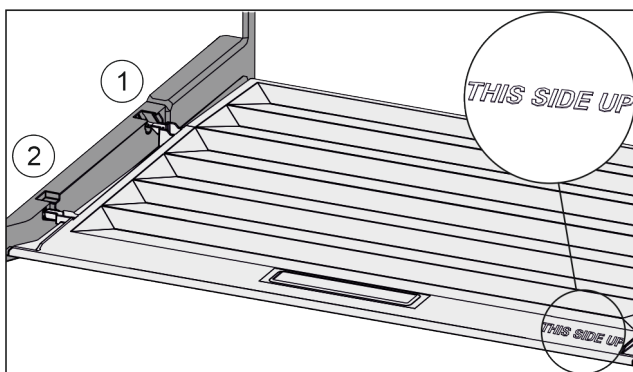

Fig. 116
- Skyv inn dekseltrinn via åpningen til bakre holder Fig. 116 (1) og klikk dem på plass i fremre holder Fig. 116 (2).